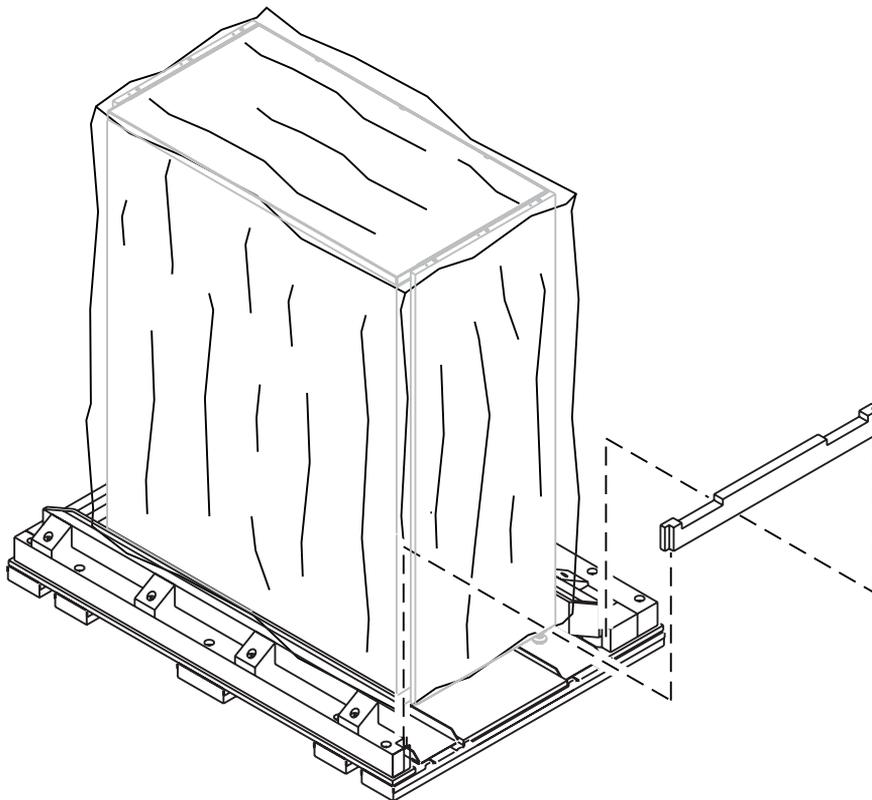

Figura 4-6: Quitar la barra de madera
10. En el lado derecho de la biblioteca, levante la barra de madera y extráigala de sus abrazaderas del palet (consulte la Figura 4-6).
13. Vuelva a insertar la barra de madera derecha en sus abrazaderas en el palet y mantenga la biblioteca en su lugar (consulte la Figura 4-6).